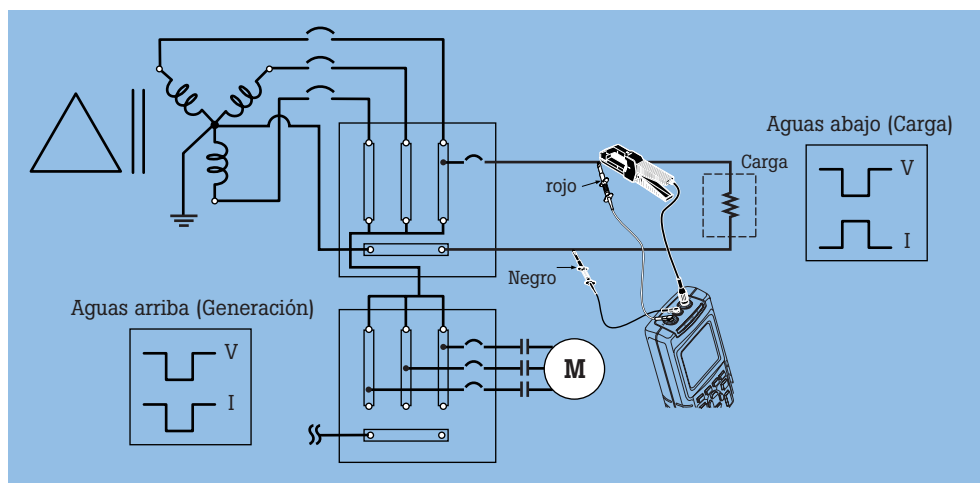
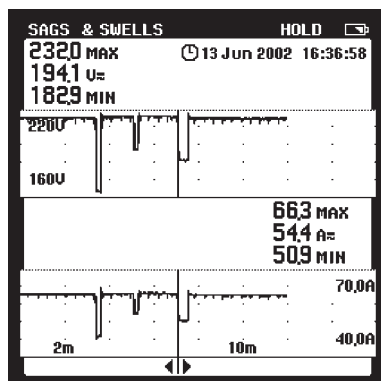

Figura 1. Aislado la fuente del problema.
Figura 2. Tensión en la parte superior, corriente en la inferior. Indicación de tiempo real en la parte superior.
Conecte las sondas de tensión y la pinza amperimétrica del instrumento en el lado de carga del disyuntor, tal como se muestra en la Figura 1. Mediante el modo de registro de Fluctuaciones del 43B, se pueden registrar eventos de tensión en la parte superior de la pantalla y sucesos de corriente en la inferior (Figura 2). Cada punto del gráfico (240 puntos para el registro en pantalla completa) representa tres valores en el periodo de muestra: el valor mínimo en un ciclo (mín o caída), el valor máximo en un ciclo (máx o subida), así como el valor promedio de todos los ciclos en el periodo de muestra.
- Si se produce una *caída de tensión* simultáneamente con una *subida de corriente*, la causa de la caída habrá que buscarla en la carga derivada del punto donde hayamos efectuado el registro (Figura 2). En otras palabras, la causa de la caída se produce aguas abajo al punto de medida y, por tanto, se puede pensar que existe una *perturbación relativa a la carga*.